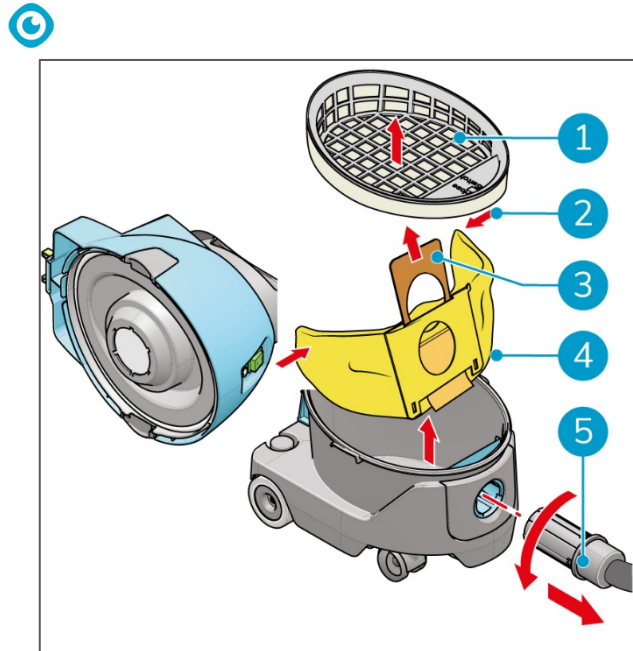

Abbildung 11
6. Drehen Sie den Schlauch (Figure 11, Pos. 5) entgegen dem Uhrzeigersinn und ziehen Sie ihn dann aus dem Schlauchanschluss.
7. Entnehmen Sie den Filter (Figure 11, Pos. 1).
8. Ziehen Sie die Pappflasche (Figure 11, Pos. 3) nach oben, um den Staubbeutel zu verschließen.
9. Falten Sie die Enden des Staubbeutels (Figure 11, Pos. 2) aufeinander zu.
10. Entnehmen Sie den alten Staubbeutel (Figure 11, Pos. 4).